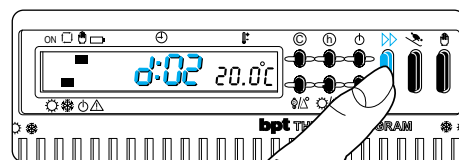

Fig. 28
9.6 - Premere il pulsante  (fig. 28) sino a che non si raggiunga il numero di giorni desiderato da 1 a 99. Nel conteggio dei giorni è compreso anche quello in cui viene effettuata la programmazione (quindi il residuo del giorno in cui si effettua